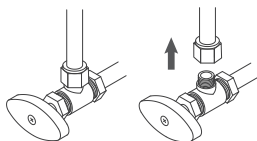

Figura 2
2. Chiudere l'approvvigionamento idrico. Rimuovere il tubo del rubinetto. (Figura 2)